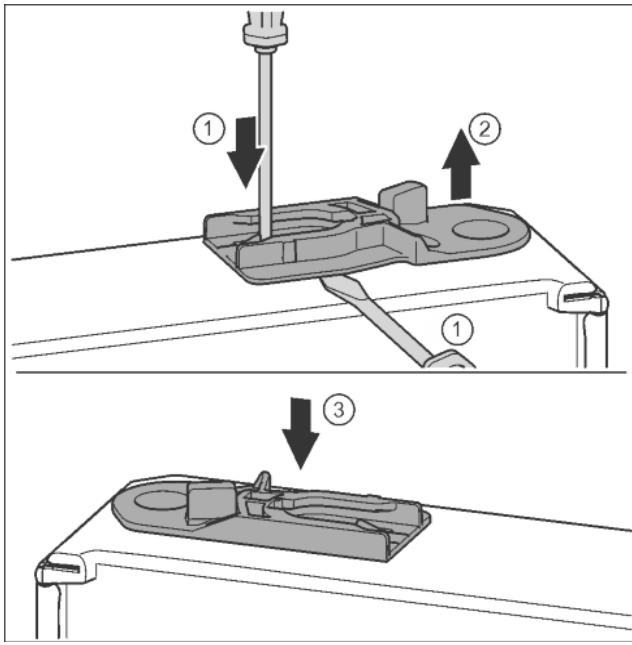

Fig. 37
- ▶ Извлечь направляющее гнездо: нажать накладку шлицевой отверткой и одновременно переместить ее шлицевой отверткой под направляющее гнездо. *Fig. 37 (1, 2)*
- ▶ Прилагаемое при поставке направляющее гнездо вставить на другой стороне корпуса. *Fig. 37 (3)*